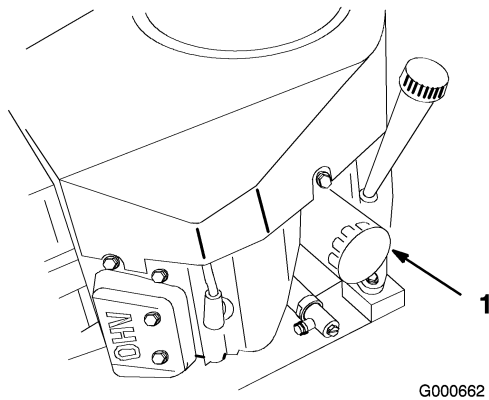

Bild 33
2. Entfernen Sie den alten Filter (Bild 33).
4. Drehen Sie den Austauschfilter auf den Anbaustutzen auf. Drehen Sie den Ölfilter nach rechts, bis die Gummidichtung den Anbaustutzen berührt. Ziehen Sie ihn dann um eine weitere 3/4 Umdrehung fester (Bild 33).